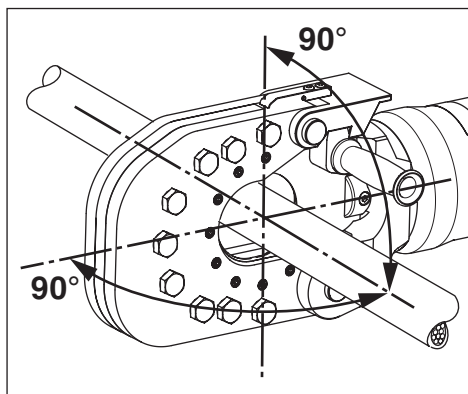

図9: カッティングヘッド内の材料の配置
切断対象の材料を両方のカッターブレードの間に配置して、図9に示すようにピストン軸に直交するようにします。これにより、最良の切断品質が得られるとともにカッターへの負荷量も最小限に抑えることができます。
5. 図9に示すように、材料をピストン軸に直交するように配置します。追加情報については、セクション8.5の指示内容を参照してください。